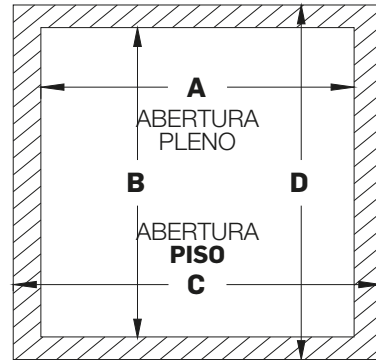

Fig. 6 - Dimensiones de la abertura del piso y del pleno
2. Realice el orificio en el piso según la Tabla 2 y la Fig. 6.
3. Construya la cámara de distribución (pleno) según las dimensiones especificadas en la Tabla 2 y la Fig. 6.